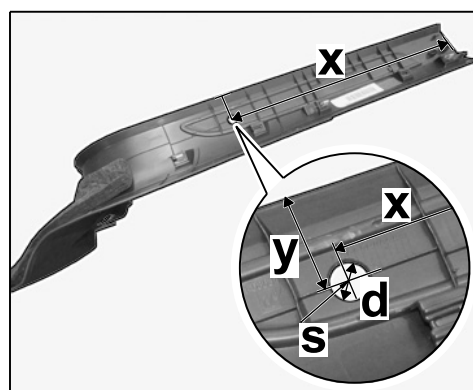

Рис. 21
- 3.2 Выполнить кабельный ввод (отверстие $\varnothing$ 18 мм) во (внутренней) накладке порога ($\Rightarrow$ Рис. 21).
- 3.2.1 Отметить точку пересечения ($\Rightarrow$ Рис. 21 -S-) размеров x и y на внутренней накладке порога.